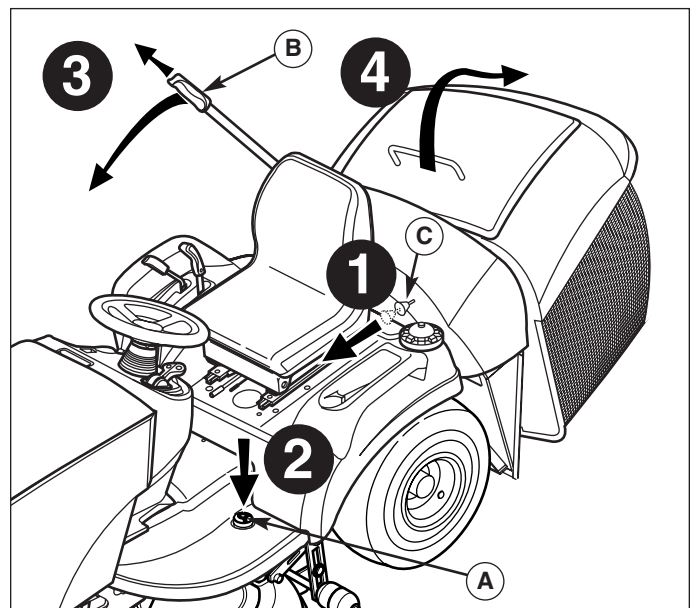

Figure 13. Vidage de la trémie
1. Déplacer le bouton d'enlèvement du collecteur d'herbe (C, Figure 13) vers l'avant pour déverrouiller le collecteur d'herbe des bras de support arrière.
2. Appuyer sur la pédale de verrouillage de décharge du collecteur d'herbe (A).
3. Utiliser le levier du collecteur d'herbe (B) pour ouvrir légèrement le collecteur d'herbe.